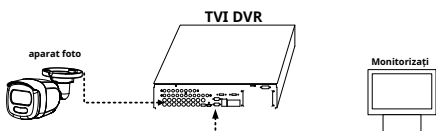

Figura 3-1 Conexiune
1. Conectați camera la TVI DVR și monitorul, prezentat în figura 3-1.